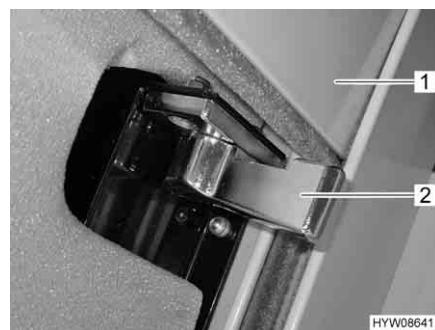

Fig. 36 Chiusura di sicurezza (oscurante a rullo)
- Premere e tenere premuto il pulsante basculante (Fig. 34,1 o Fig. 35,1) finché l'oscurante a rullo (Fig. 36,1) ha raggiunto la posizione più alta.
- Sui entrambi i lati, ruotare spingendo indietro (Fig. 36) la chiusura di sicurezza (Fig. 36,2).